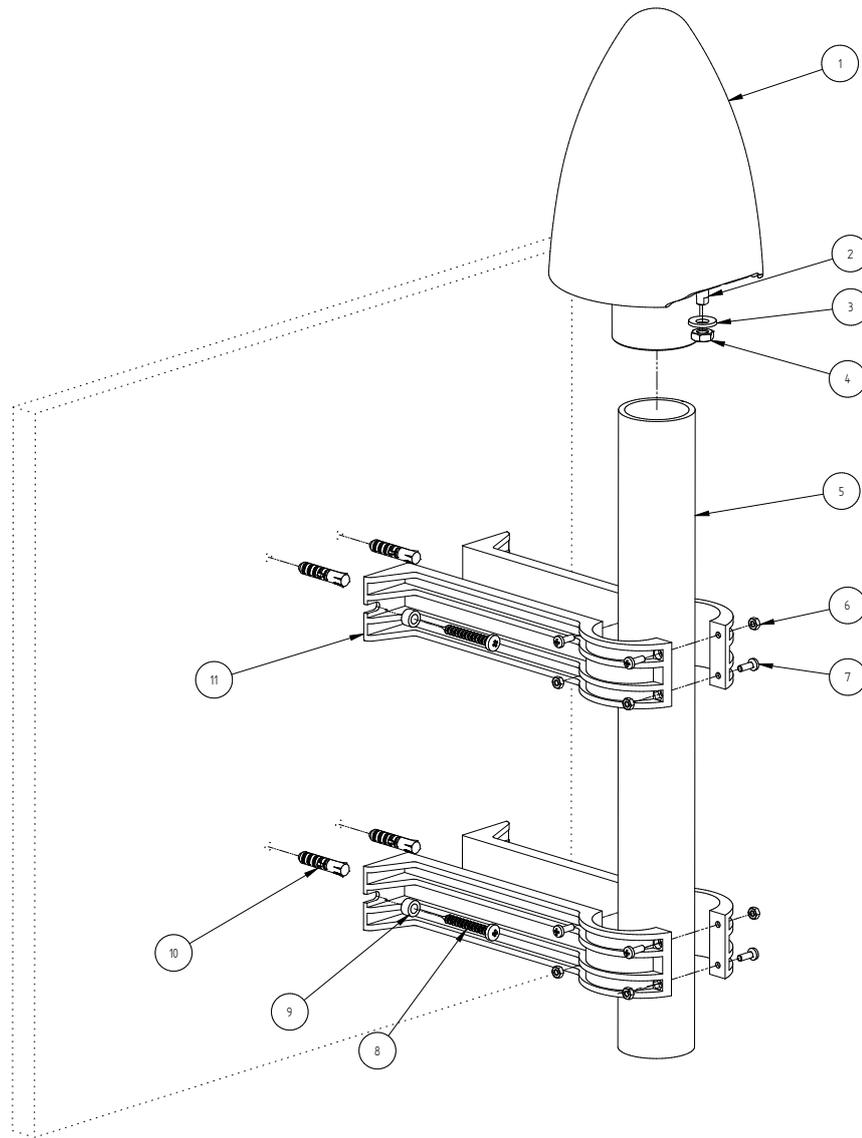

Abbildung 8.5: Montage einer GPSANTv2-Antenne an einer Wand
☞ **Abb. 8.5** stellt die Montage einer Meinberg GPSANTv2-Antenne an einer Wand dar.
1. Legen Sie das Antennenrohr (Pos. 5 in ☞ **Abb. 8.5**) in die dafür vorgesehenen Wölbungen der beiden Paare der Antennenrohr-Halter (Pos. 11). Befestigen Sie das Antennenrohr in jeder der beiden Antennenrohr-Halter (Pos. 11), mit vier M4x12-Linsenkopf Kreuzschlitz (Pos. 7) und den entsprechenden M4-Sechskantmuttern (Pos. 6). Um sicherzustellen, dass das Antennenrohr (Pos. 5) so sicher wie möglich sitzt, sollten die oberen und unteren M4x12-Schrauben (Pos. 7) in jedem der beiden Antennenrohr-Halter aus entgegengesetzten Richtungen eingesetzt werden, wie in ☞ **Abb. 8.5** gezeigt.